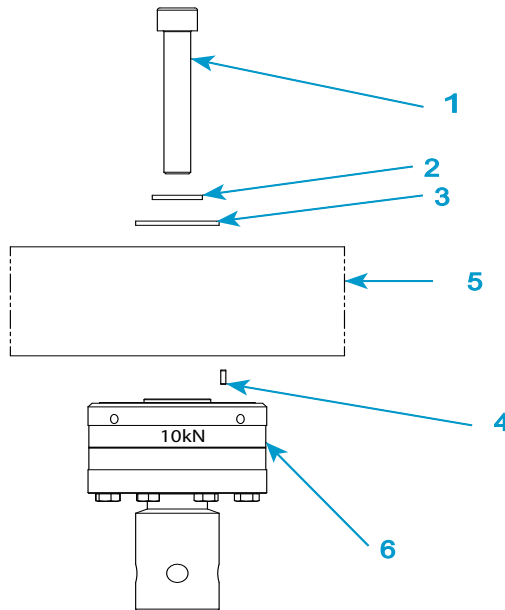

Figure 18. Installer un capteur de force 2530-10kN
Légende pour Figure 18
1. Consultez la Figure 18 à la page 79 et sa légende.